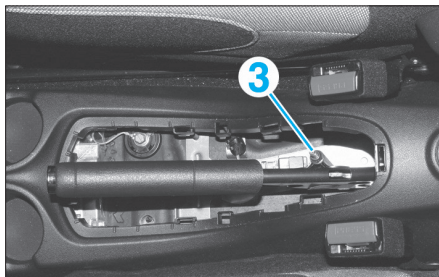

FIG. 58
- Desserrer l'écrou (3) de réglage du câble de frein de stationnement (depuis l'intérieur de l'habitacle) (Fig.58).